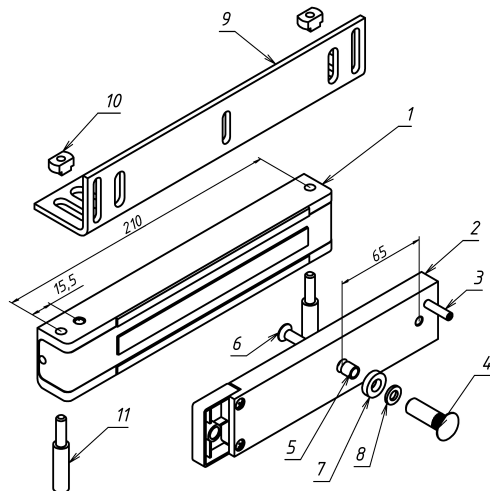

Рисунок 1
#### 3.1 Комплект поставки (рисунок 1):
4.2 Корпус (поз.1 рисунок 1) крепится в верхней части дверной коробки. Крепление корпуса к дверной коробке возможно с помощью Уголка 300-400Р (поз.9) из комплекта поставки или с помощью Планки 400Р или Планки 400FP, приобретаемых дополнительно.